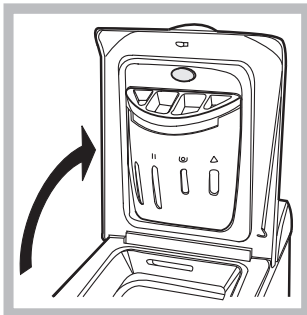

Abb. 1
**A) Öffnen (Abb. 1)** Öffnen Sie den äußeren Deckel ganz.